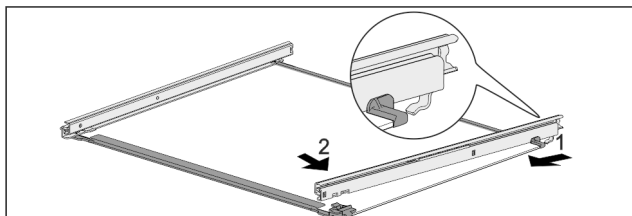

Fig. 105 Steklena plošča z vodili
- ▶ Vodilo obesite na kavelj na zadnji strani. Fig. 105 (1)
- ▶ Vodilo zaskočite na sprednji strani. Fig. 105 (2)